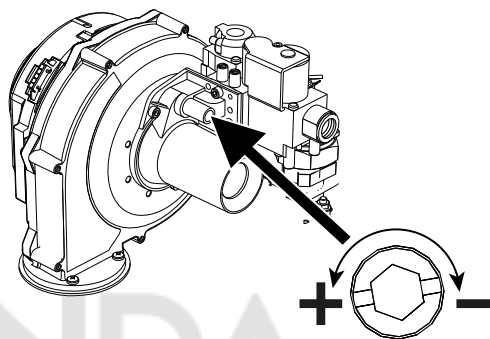

рис. 79- Винт регулировки максимального расхода
- Если значения не соответствуют вышеуказанным, отрегулируйте CO₂ с помощью регулировочного винта (см. рис. 79), приведя их к указанным величинам.